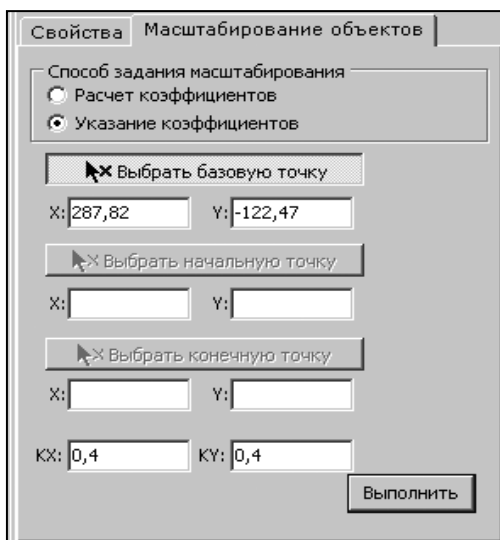

Рис. 15
- В окне инструментов выполните настройки (рис. 15) (базовая точка указывается в левом нижнем углу знака).